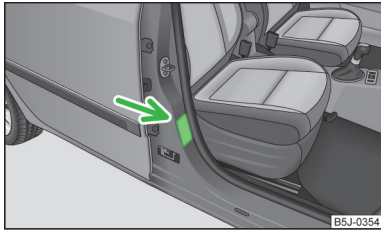

Abb. 121
- Auf diese Tatsache weist auch der Aufkleber hin, der sich an der B-Säule auf der Beifahrerseite befindet » Abb. 121. Der Aufkleber ist nach dem Öffnen der Beifahrertür sichtbar. Für einige Länder ist der Aufkleber an der Sonnenblende des Beifahrers angebracht.